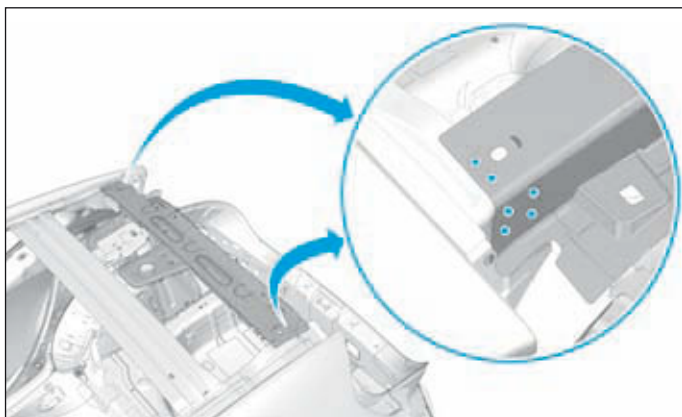
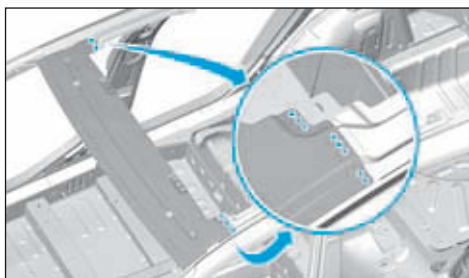

FIG.157
FIG.158
- points bouchons MAG puis meuler les points de soudure (Fig.157) et (Fig.158).